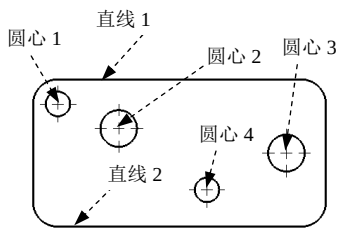

图 6.4.11 选取标注对象
Step3. 定义尺寸放置位置。在系统 **选择一个边线/顶点后再选择尺寸文字标注的位置。** 的提示下，选取图 6.4.11 所示的直线 1，选择合适的位置单击，以放置第一个尺寸。
Step4. 依次选取图 6.4.11 所示的圆心 1、圆心 2、圆心 3、圆心 4 和直线 2。